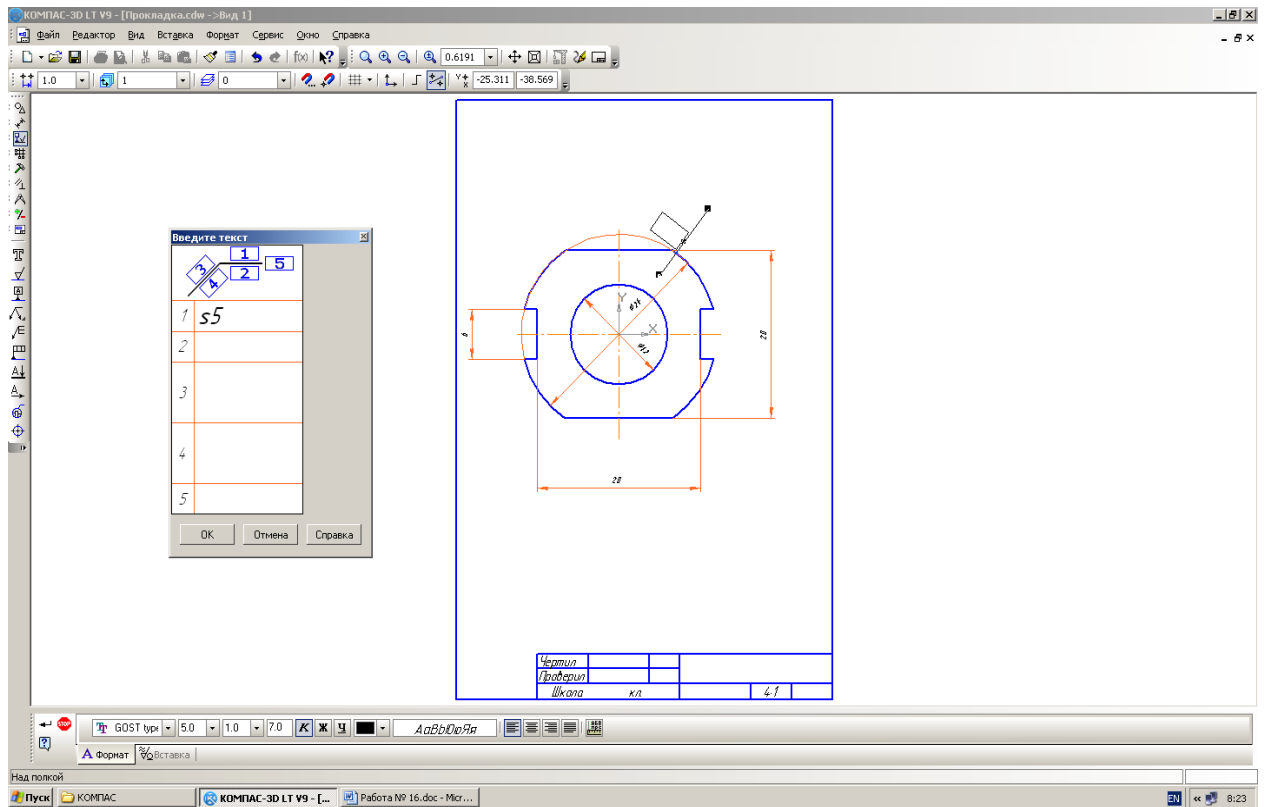

Рис. 16.12.
1.17. В диалоговом окне (рис. 16.12) введите текст надписи в первом поле (расположение – над полкой) – *s5* – и нажмите кнопку **ОК**.